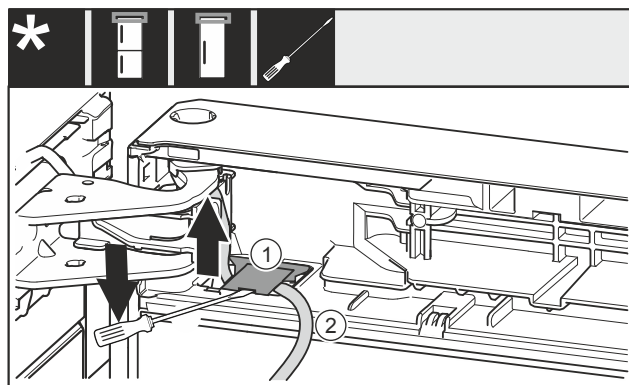

Fig. 26
- Plochým šroubovákem nadzvedněte kryt Fig. 26 (1) a zvedněte jej.
- Vytáhněte kabel Fig. 26 (2).